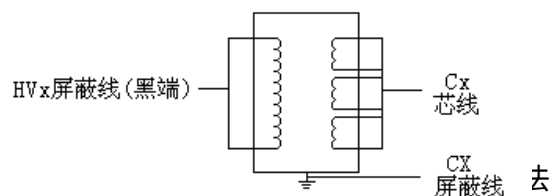

图9 CT接法
A. 接线见图 9
A. 接线参考见图 9 Cx 芯线接末屏
(3) 一次侧对二次测及地